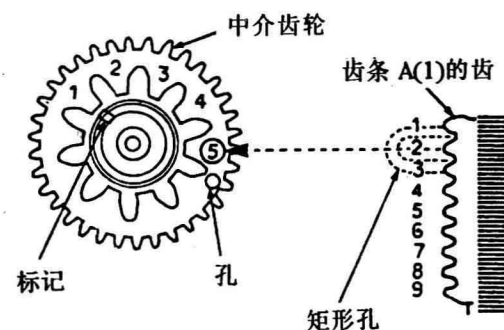

图79
⑤转动两个螺丝(A), 从磁带盒仓上小心地移动顶板, 使中介齿轮和齿条A(1)的齿在调整时能被看到;
⑥慢慢地安装磁带盒仓到机架上, 并使齿条A(1)齿的第2个齿尖进入中介齿轮的第5个槽中, 如图79所示(如果差一点, 就稍稍移动磁带盒仓到正确位置);